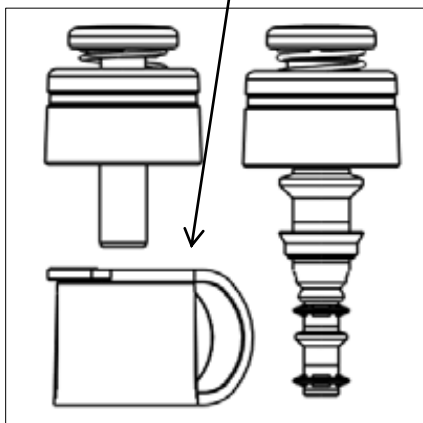

Figura 2
12. Se si utilizza il kit di 3 pezzi (vedere la figura 2), collegare la **valvola per biopsia BioShield®**.